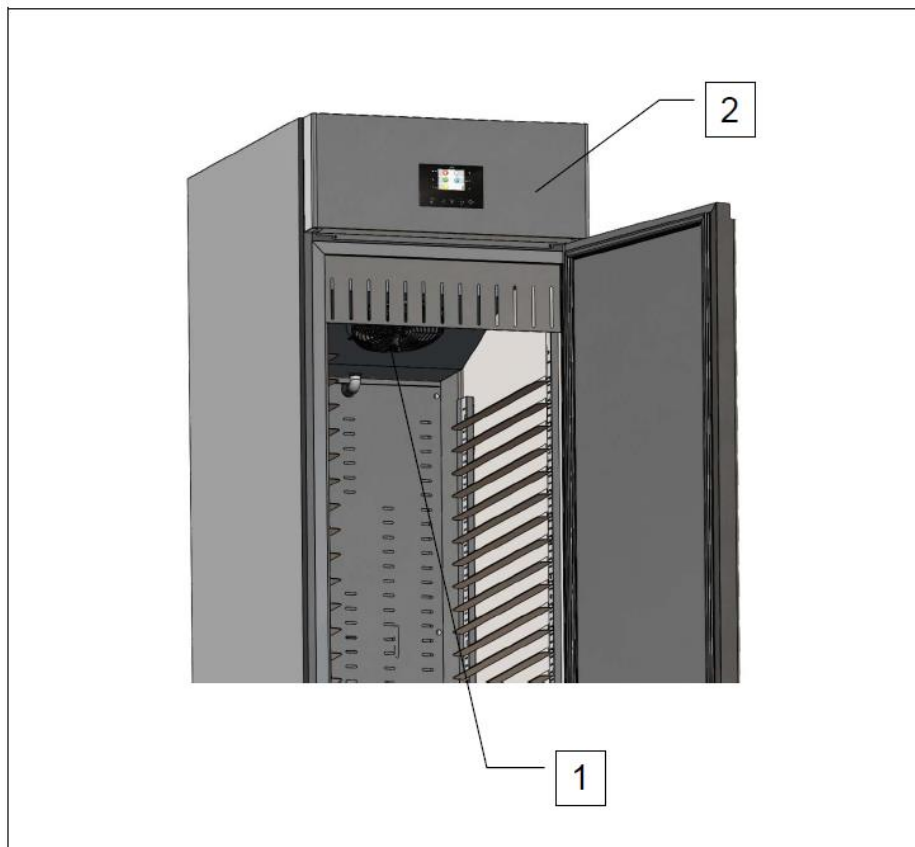

Fig. 5
- kratka wewnętrzna osłaniająca agregat (poz. 1, rys. 5);
- panel przedni osłaniający wentylator chłodzący bufor (poz. 2, rys. 5).